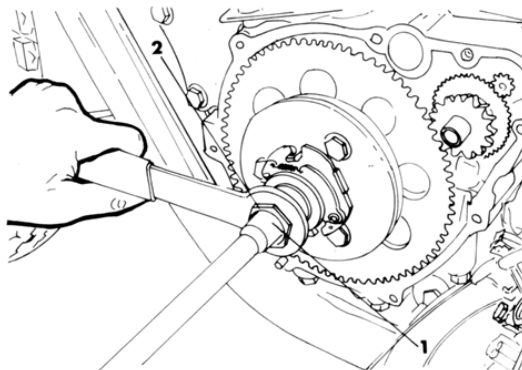

Bild 175
- Unter Bezug auf Bild 175 die Schraube (1) entfernen und dabei die Distanzscheibe (2) festhalten.